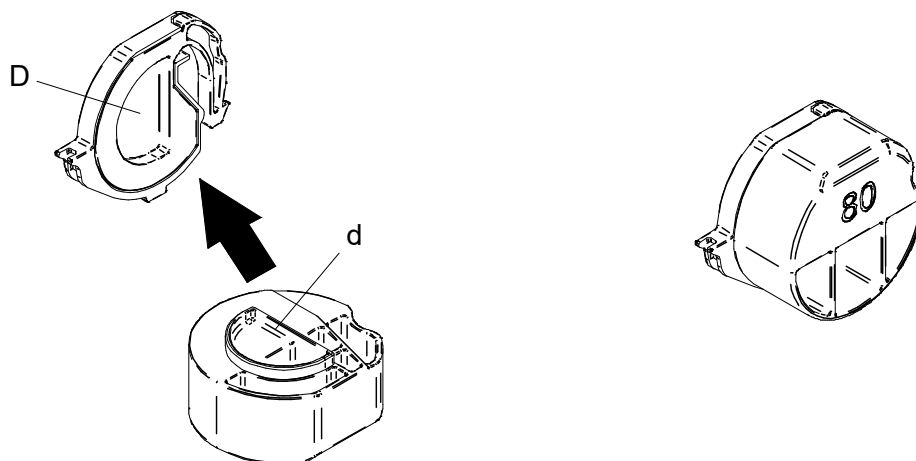

図 13-3 アタッチメント取り付け
- ① プリンタの電源を切ってください。
- ② バッテリパックを外してください。ACアダプタが接続されている場合は、ACアダプタのACプラグをコンセントから抜いてください。
- ③ ペーパーカバーオープンボタンを押してペーパーカバーを開けてください。
- ④ 図 13-3のように、パーテーションプレートのD部にアタッチメント80のd部を組み合わせてください。